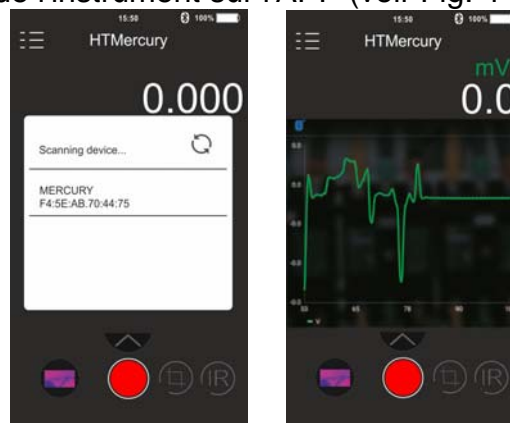
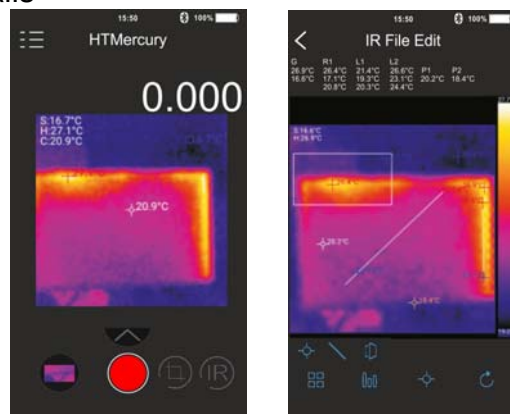

Fig. 44: Communication avec APP HTMercury
Fig. 45: Applications de l'APP HTMercury
4. Effectuer la recherche de l'instrument sur l'APP (voir Fig. 44 – partie gauche)
5. L'affichage en temps réel du signal entrant de l'instrument est présent sur le dispositif mobile (voir Fig. 44 – partie droite) et il est possible de sauvegarder des captures d'écran et d'activer/sauvegarder des enregistrements dans les menus internes de l'APP. Il est également possible de sauvegarder des captures d'écran d'images thermographiques et d'insérer dessus des objets pour une analyse avancée (voir Fig. 45). Voir l'aide en ligne de l'APP pour plus de détails